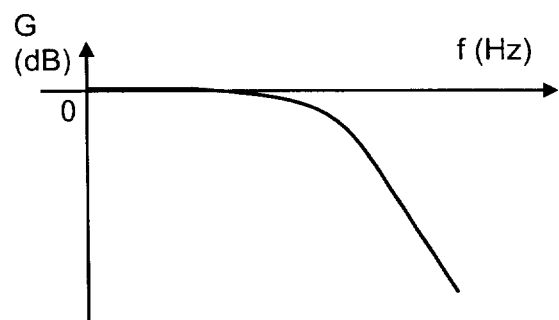

FIGURE 6
La caractéristique du gain  $G_{\text{dB}}$  ( $G_{\text{dB}} = 20 \log \left| \frac{V_{\text{moteur}}}{V_1} \right|$ ) en fonction de la fréquence du filtre  $R_1C_1$  est donné sur la figure 6 ci-dessous.
2.1 D'après la FIGURE 6, quelle est la nature de ce filtre ?